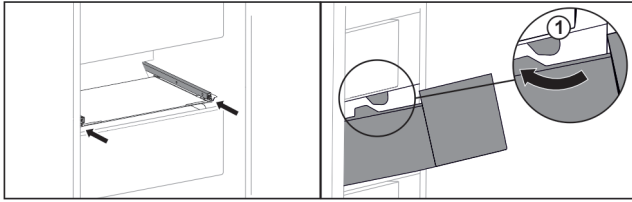

Fig. 55
- ▶ Pase el cajón por los topes Fig. 55 (1).